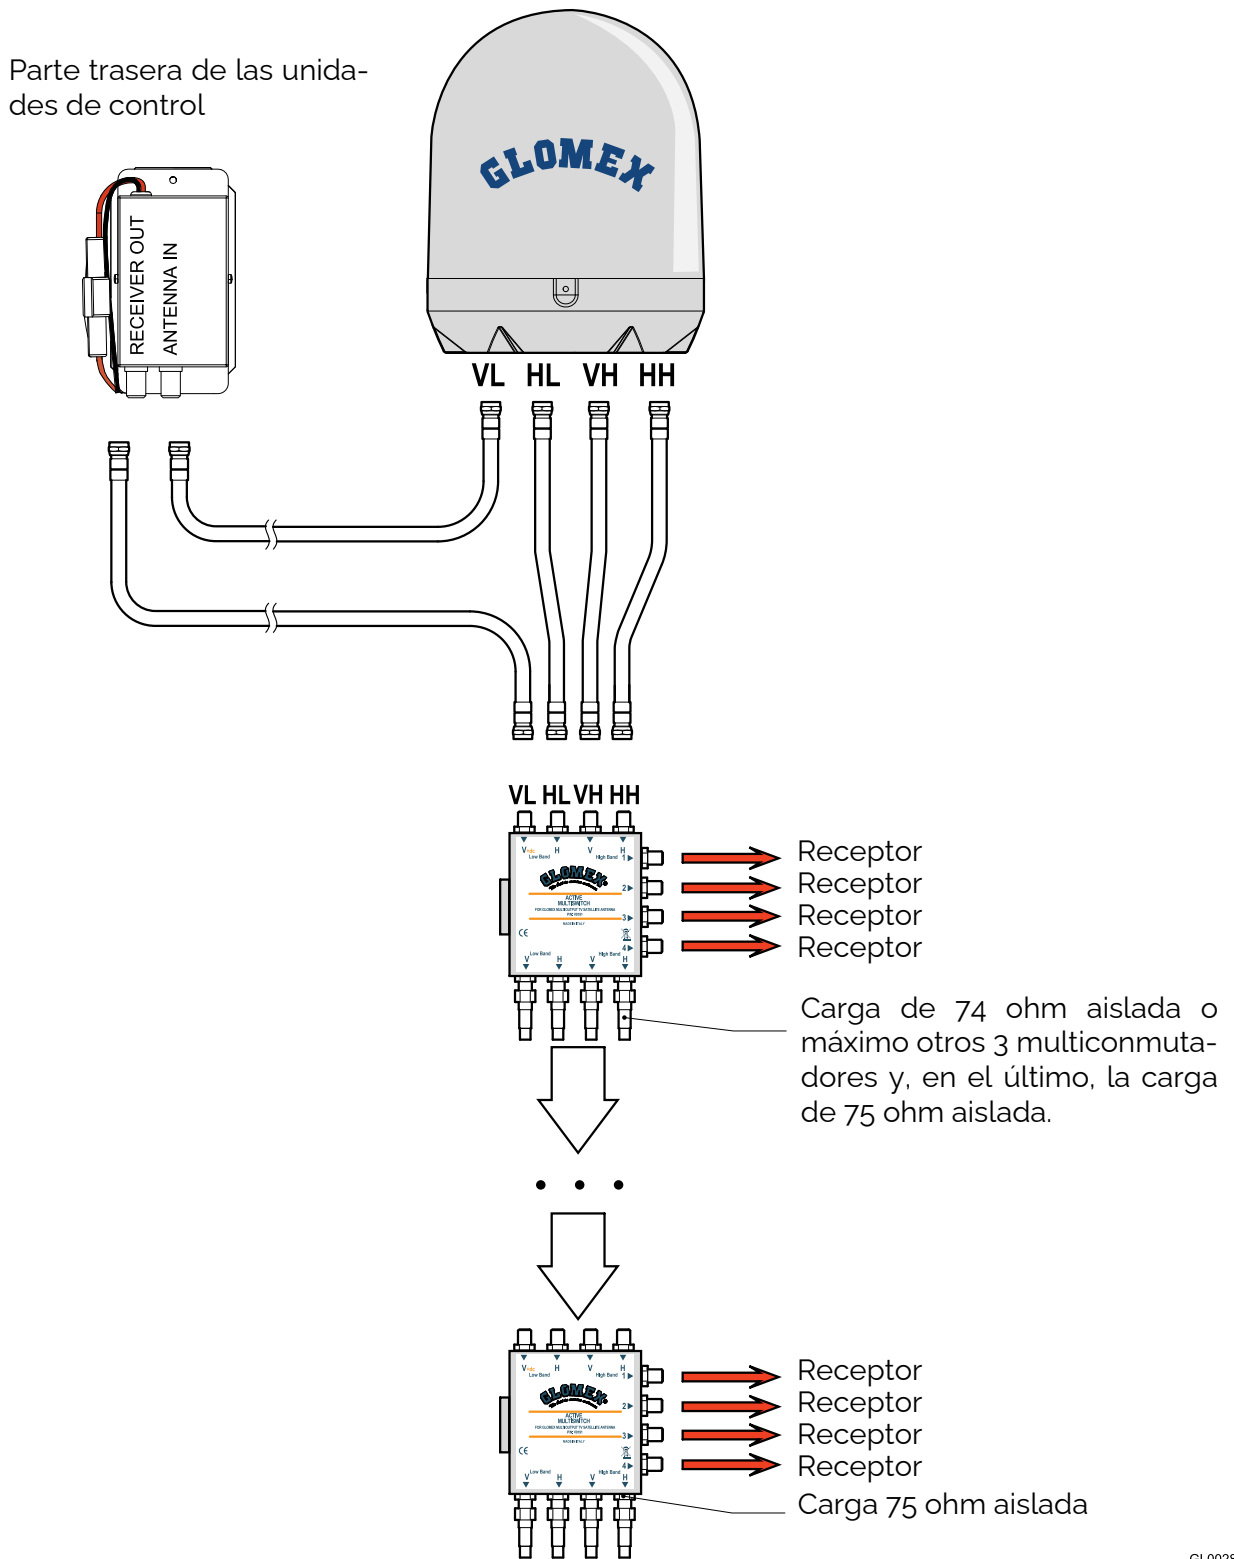

Fig. 30
6. Para los modelos R9804N que proveen la presencia del multiconmutador, conecte los cables según las indicaciones en **Fig. 30**.
8. Conecte los cables al amplificador de línea (si está disponible), al multiconmutador (si está disponible), a los receptores (no incluidos), como se indica en Fig. 30.